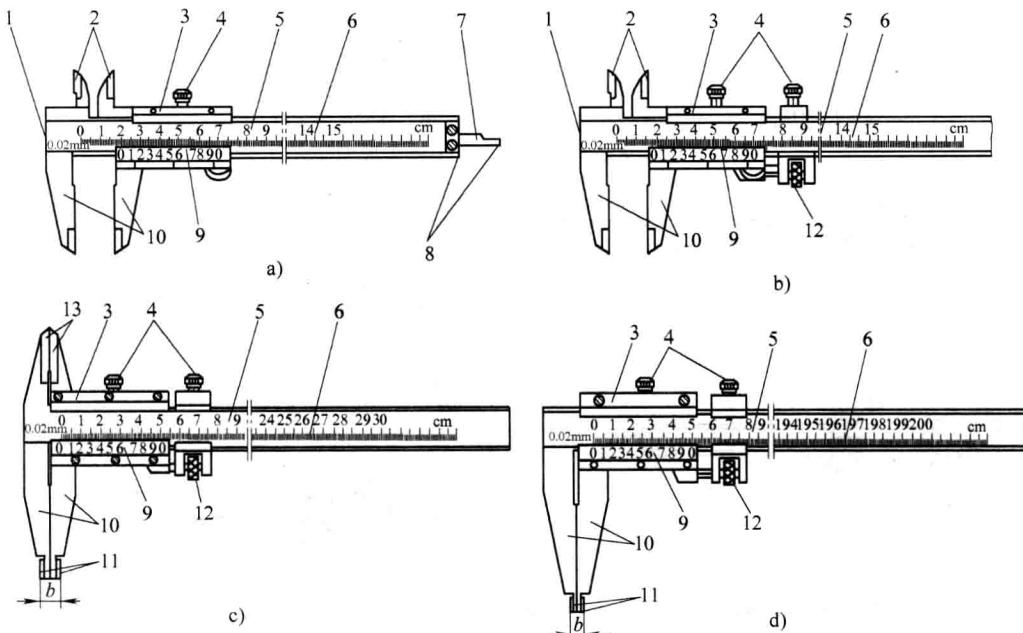
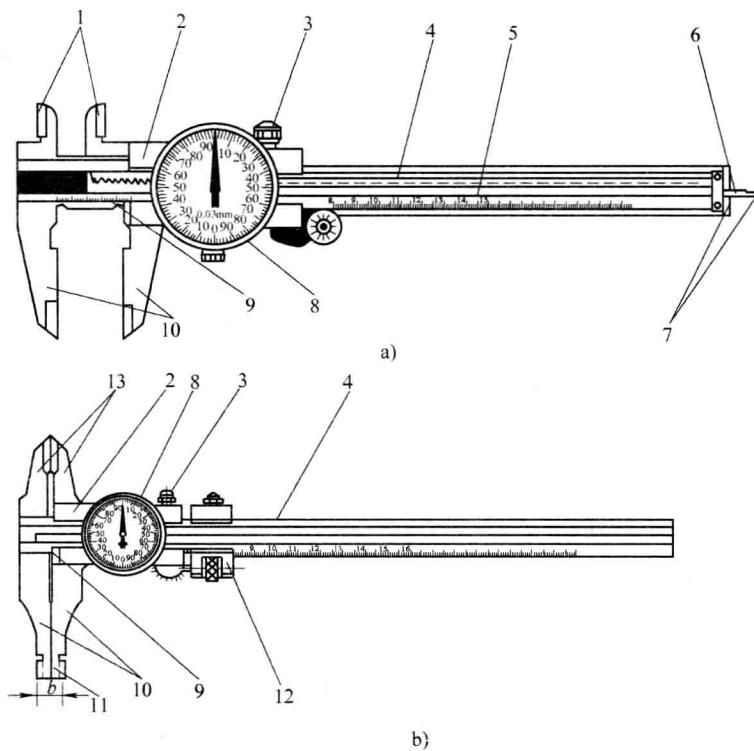
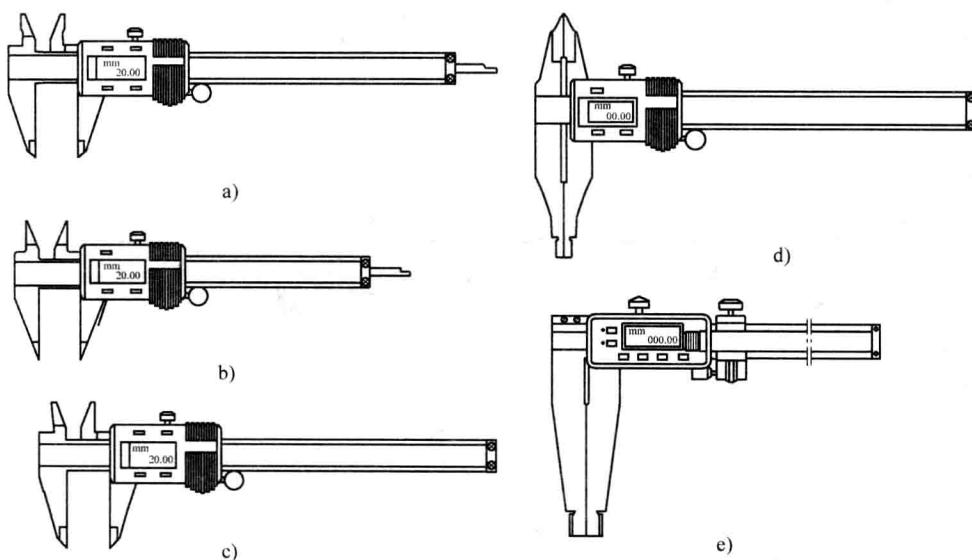

图 1-9 常用读格式游标卡尺的外形结构图
图 1-10 带表式游标卡尺的外形结构
图 1-11 常用的几种电子数显式游标卡尺
(1) 游标卡尺的分类 游标卡尺按读数形式分为：读格式（简称卡尺，见图 1-9）、带表式（简称带表卡尺，见图 1-10）和电子数显式（简称数显卡尺，见图 1-11）。游标卡尺按用途分为通用游标卡尺、深度游标卡尺（图 1-18）和高度游标卡尺（图 1-19）。尽管游标卡尺的种类